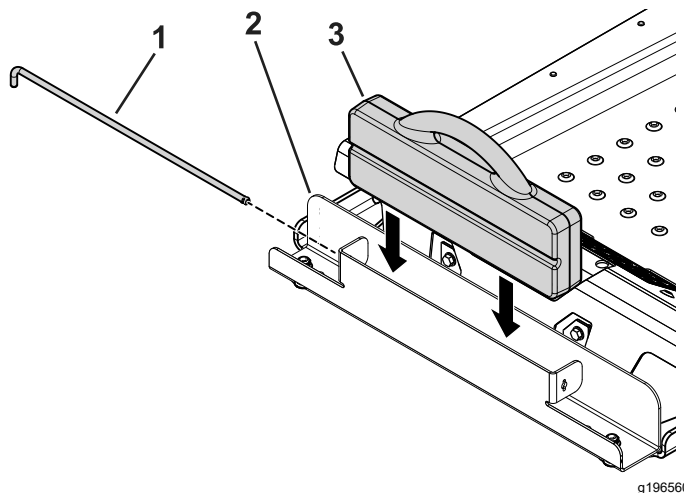

Figura 5
4. Umetnite teg oblika kofera u ležište za teg tako da je strana sa žljebom okrenuta ka prednjoj strani mašine (Figura 5).
5. Umetnite sigurnosnu šipku u ležište i okrenite je u zaključani položaj (Figura 5).